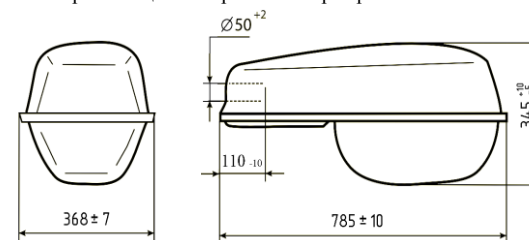

Рисунок 1
2.1 Светильники серии ЖКУ15 (рисунок 1) с электронными пускорегулирующими аппаратами предназначены для наружного освещения: освещения улиц, дорог с высокой, средней и слабой